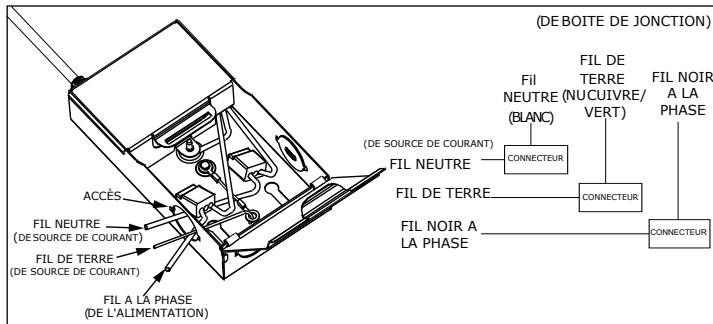

Figure 2
- Raccordez le fil noir à la phase, le fil blanc au neutre et le fil vert à la terre. Fermez le couvercle de la boîte de jonction. (Figure 2)